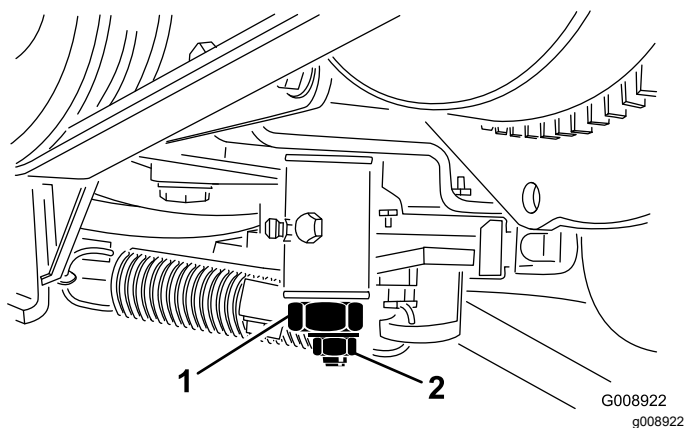

Figura 59
3. Serrate il dado di bloccaggio sulla camma di regolazione della trazione. (Figura 59).